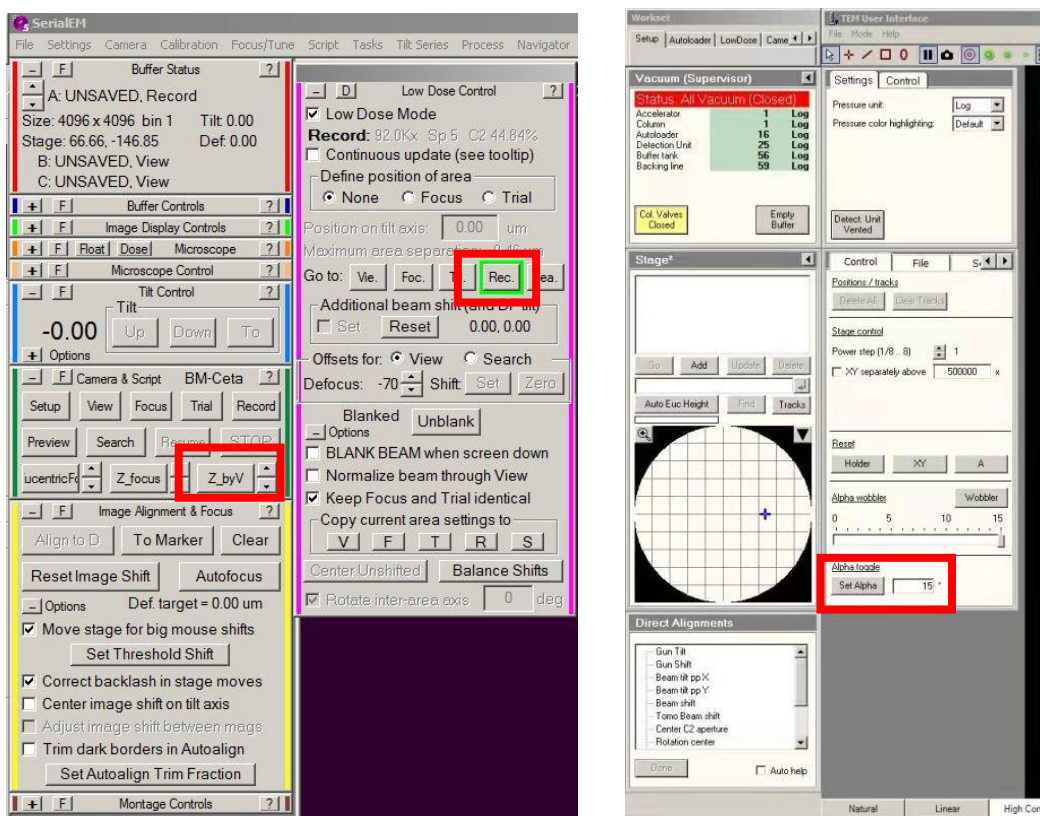

图 8
③调 Z-height（自动）：点击 Z by V 粗调高度或（手动）：使用 Set  $\alpha$  -面板 Z 调高度。见图 8。